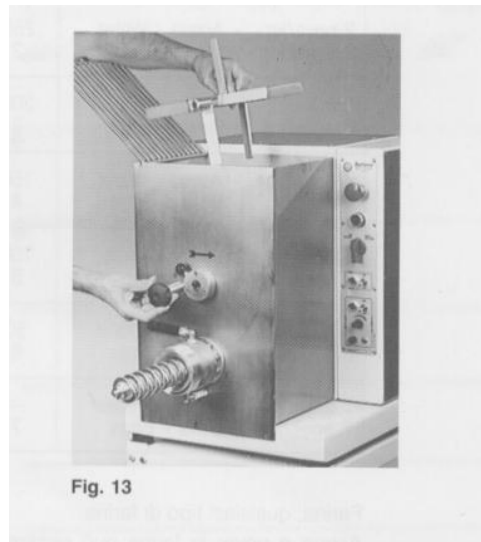

Fig. 13
-Togliere il miscelatore e la coclea (fig.13) e lavarli.
-Remove both the mixer and auger (fig.13) and wash them.